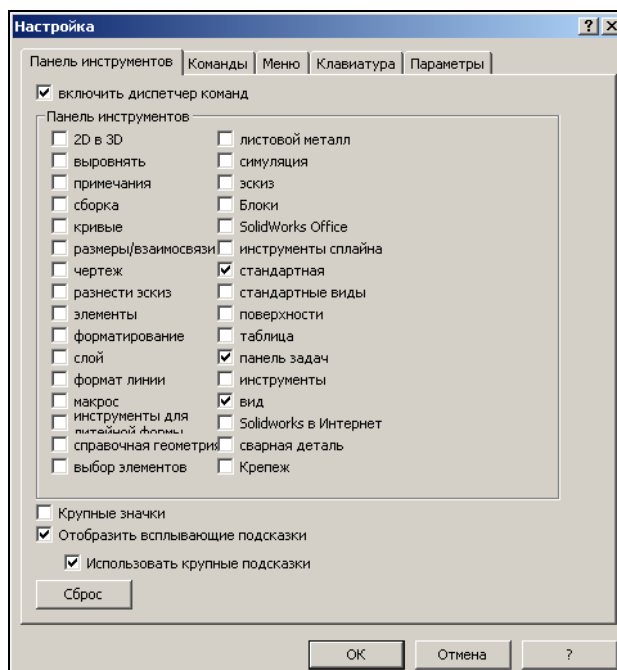

Рис. 2.2. Диалоговое окно **Настройка**
4. Для того чтобы изменить настройки панели инструментов, необходимо выбрать команду **Инструменты | Настройка** и на вкладке **Панель инструментов** установить или убрать соответствующие флажки (рис. 2.2).